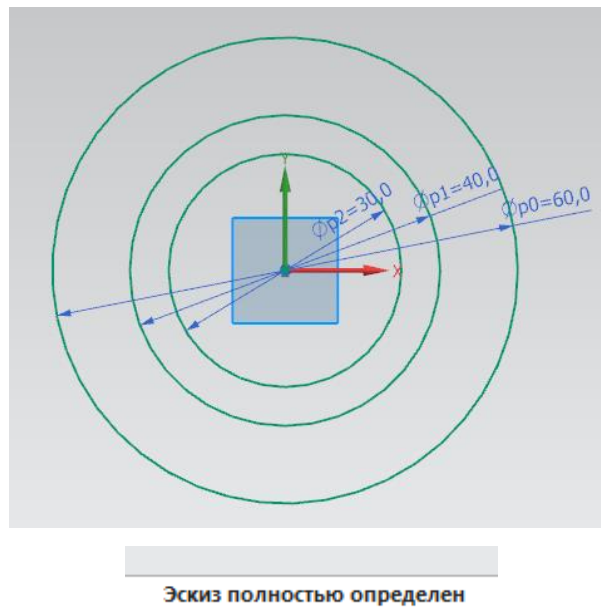

Рисунок 1 – Результат шага 1
1. Создайте в системе Siemens NX эскиз (плоскость - XY). Постройте по заданным размерам основания внешней и внутренних окружностей (см. вид сверху). Проверьте, что эскиз полностью определен, т.е. не содержит автоматических размеров или не имеет переопределённую геометрию (см. Рисунок 1).
1. Создайте в системе Siemens NX эскиз (плоскость - XY). Постройте по заданным размерам замкнутый контур (стенку цилиндра) и ось вращения (см. Рисунок 1). Ось вращения сделайте вспомогательным отрезком (пунктирным).
1. Создайте в системе Siemens NX эскиз (плоскость - XY). Постройте по заданным размерам основания внешней и внутренних окружностей, многоугольник (см. свой вариант), точки которого лежат на окружности наибольшего диаметра (см. вид сверху), воспользуйтесь ограничениями «Точка на кривой». Проверьте, что эскиз полностью определен, т.е. не содержит автоматических размеров или не имеет переопределённую геометрию (см. Рисунок 1).